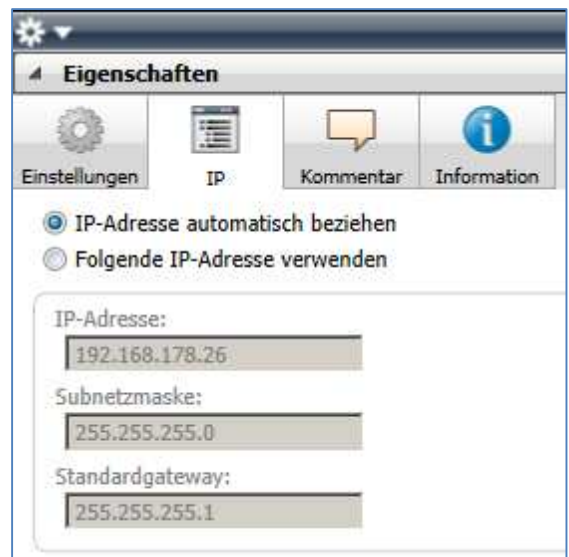

Abbildung 9: Einstellung der IP-Adressdaten des Geräts unter dem Reiter „IP“ im Sidebar der ETS.
3. Wählen Sie den Reiter „IP“ entsprechend Abbildung 9. Wählen Sie nun entweder